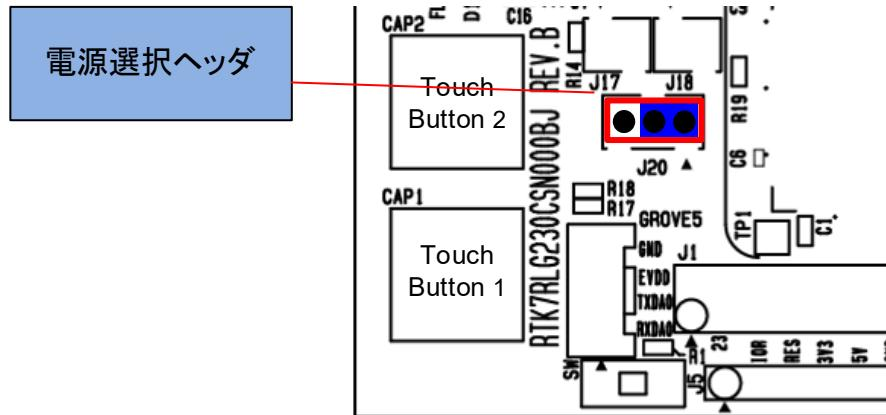

図 8-10: 5V 使用時のヘッダ設定(部品面)
- ・ J20 1-2 ショート : 5V 電源を選択。出荷時初期設定。(図 8-10)